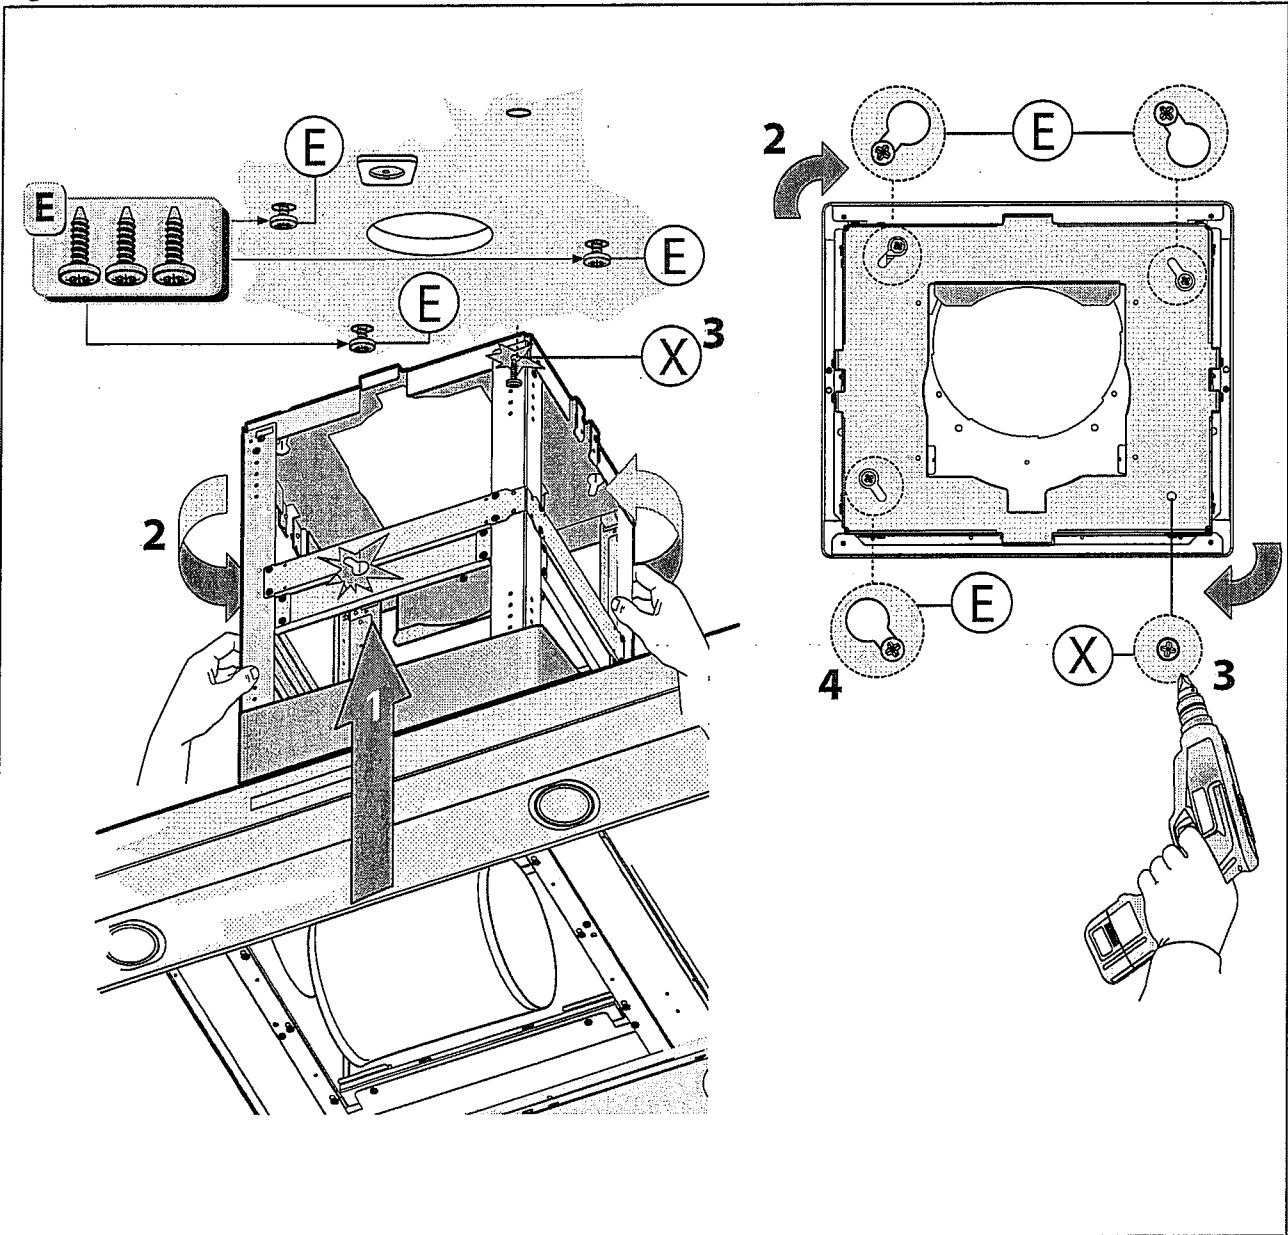

Fig.9
- Prendre la hotte et insérer la structure télescopique supérieure sur les 3 vis **E** non vissées complètement, face aux 3 orifices, et faire une petite rotation pour l'encastrement, comme le montre la figure 9 - phase 1-2. Visser la quatrième vis **X** et tirer les 3 autres restantes pour permettre le blocage définitif de la partie supérieure de la structure **B** comme l'indique la figure 9 - phase 3-4.